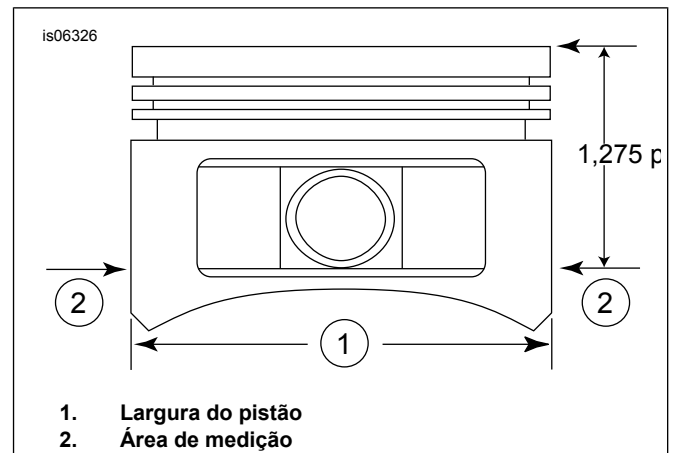

Figura 2. Medidas do Pistão
5. Ver Figura 2. Meça a largura do pistão (1) na horizontal, a 90 graus, de ambos os lados do orifício do pino do pistão, e 1,275 pol. para baixo, a partir da superfície da plataforma (parte superior) do pistão (2). Para saber como encaixar o pistão no cilindro, consulte o Tabela 5.